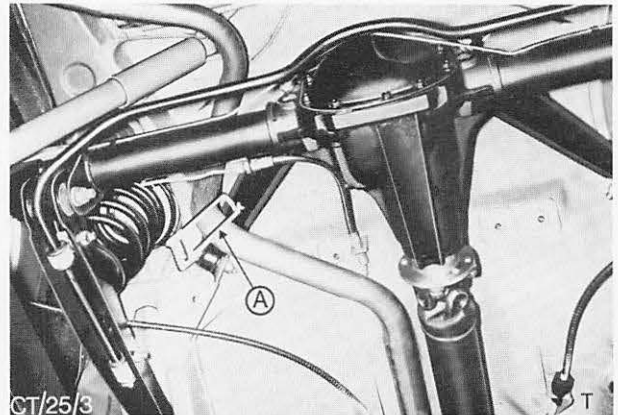

Abb. 3 A = Ungefähre Schnittstelle beim Auswechseln der kompletten Anlage
2. Auspuffrohr ungefähr an der in Abb. 3 gezeigten Stelle durchsägen.